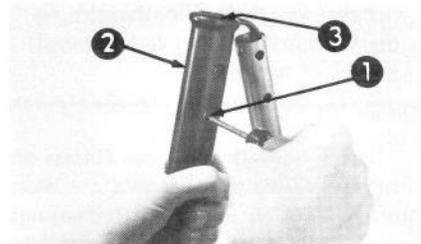

Abbildung 2
3. Griffschrauben und Plastikmutter vom mittleren Griff entfernen (Abb. 2).